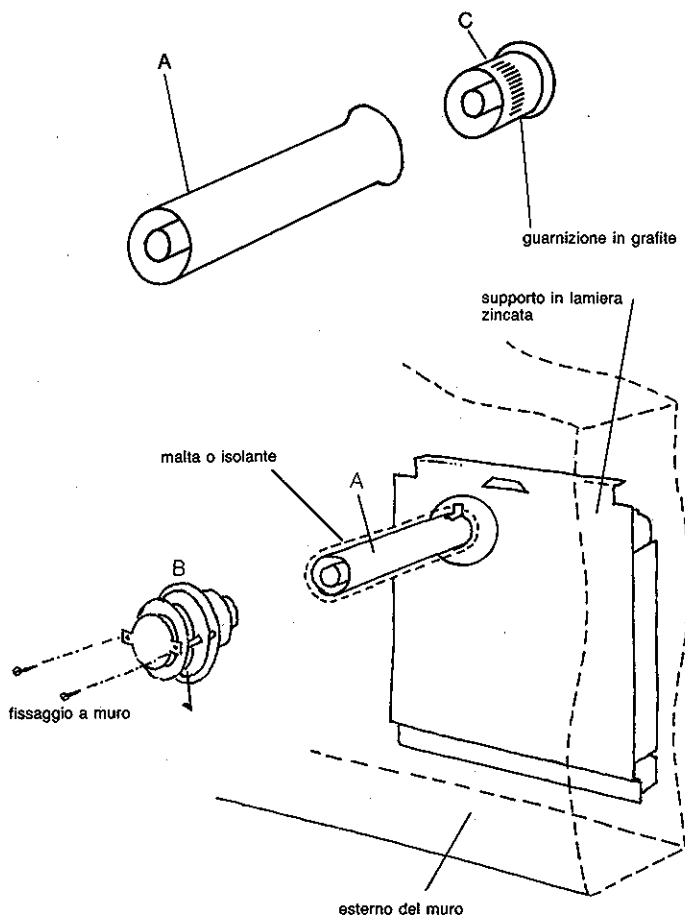

Fig. 10
- Misurare lo spessore del muro di applicazione; un tubo (fig. 10 A) della lunghezza di mm. 600 è fornito con l'apparecchio: tagliarlo con un seghetto per metalli a una lunghezza corrispondente allo spessore del muro stesso.